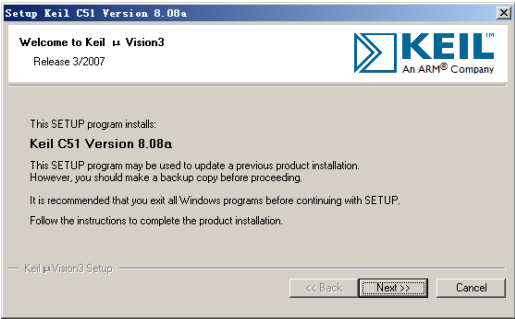

图 3-1 安装 μ Vision3
- (1) 双击 μ Vision3 的安装文件，弹出 μ Vision3 的安装界面，如图 3-1 所示。